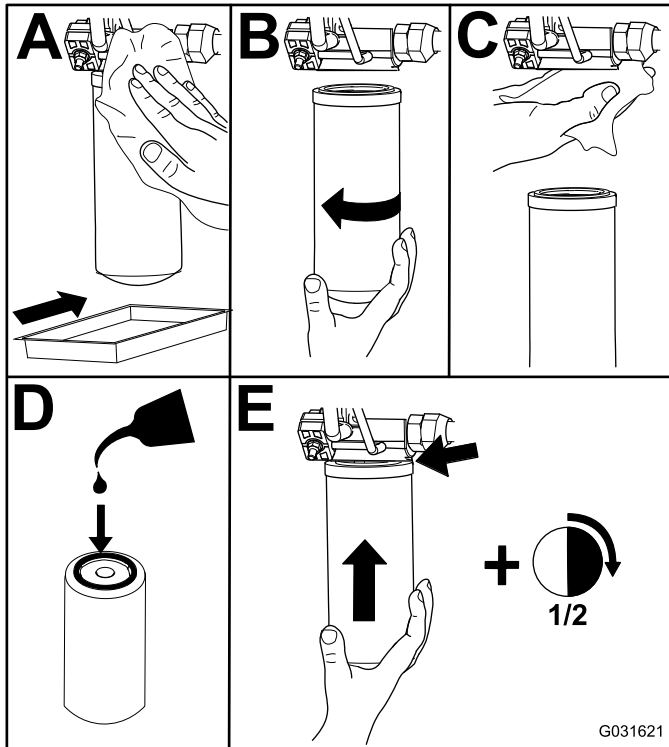

Figura 77
2. Cambie ambos filtros de fluido hidráulico (Figura 77).